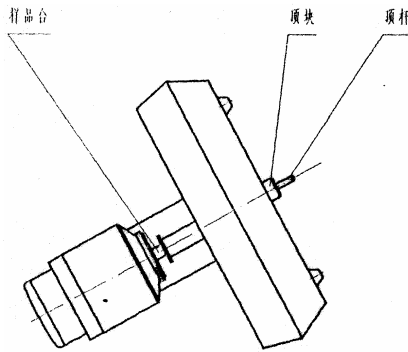

图 6
2. 去掉包装塑料袋，然后倾斜放在桌面上，如图 6 所示，逆时针卸掉包装用顶杆（如在旋转顶杆时将顶块一起卸下了，请在卸掉顶杆后将顶块拧回原位）。卸完后，重新摆正放稳仪器。